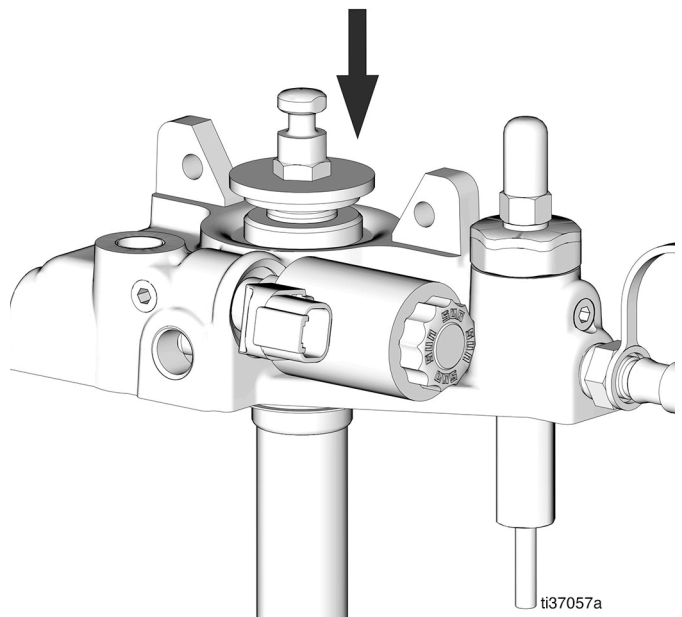
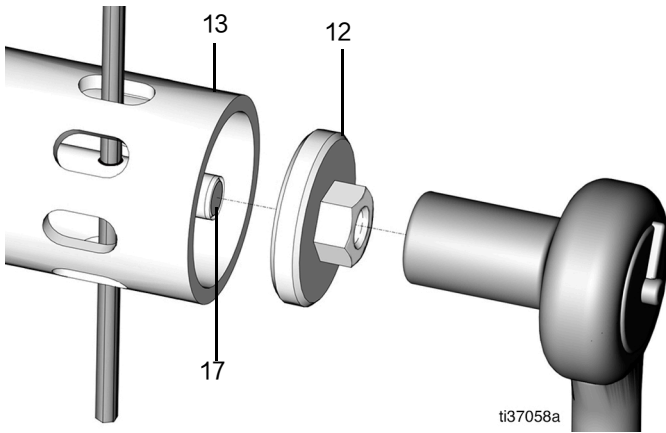

图 36
图 37
15. 推动泵杆 (27) 的末端以进入位于铲杆末端的十字孔内 (图 36 和图 37)。
16. 将内六角扳手或类似工具穿过铲管 (13) 的插槽，并插入裸露的十字孔中，以保持铲杆 (17) 稳定 (图 37)。
17. 用 10 毫米套筒扳手松开并卸下铲活塞 (12) (图 37)。